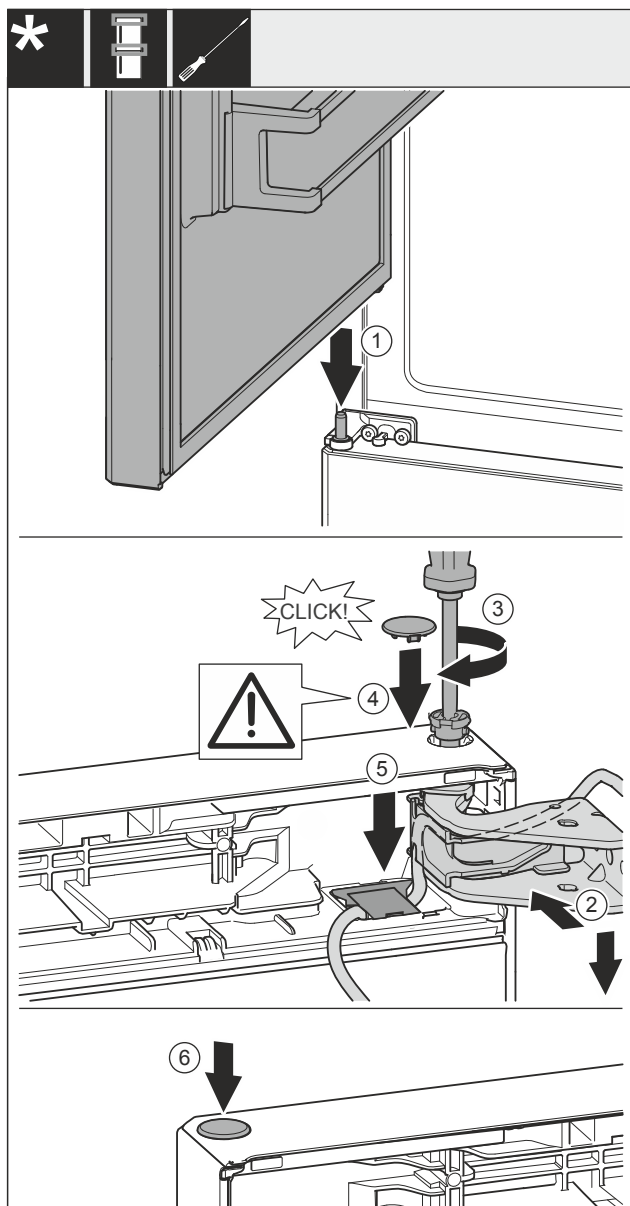

Fig. 58
- ▶ Установите верхнюю дверь на средний опорный палец Fig. 58 (1).
- ▶ Выровняйте дверь вверху по отверстию в опорном кронштейне Fig. 58 (2).
- ▶ Вставьте палец Fig. 58 (3) и затяните отверткой.
- ▶ Установите крышку Fig. 58 (4).
- ▶ Проследите за тем, чтобы крышка Fig. 58 (4) прилегала к дверям.
- ▶ Установите крышку Fig. 58 (5) и прижмите вниз до момента фиксации.
- ▶ Установите крышку Fig. 58 (6).